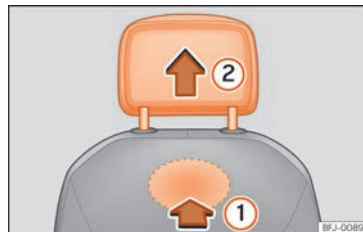

Abb. 105 Kopfstützen vorne: Ausbau.
- Lokalisieren Sie zum Entriegeln der Kopfstütze die Aussparung im markierten Bereich auf der Rückseite der Sitzlehne und drücken Sie in Pfeilrichtung »» **Abb. 105** ①.
- Ziehen Sie die Kopfstütze in Pfeilrichtung ② heraus.